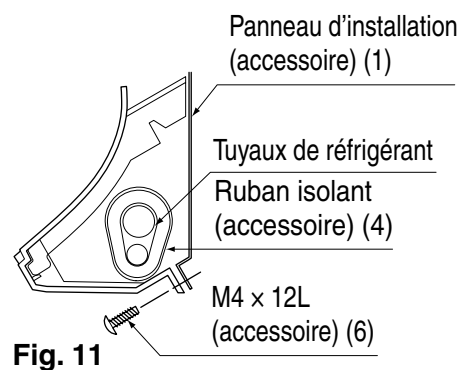

Fig. 11
- Fixez l'unité intérieure au panneau d'installation (1) à l'aide des vis de fixation (6). **(Reportez-vous à la Fig. 11)**